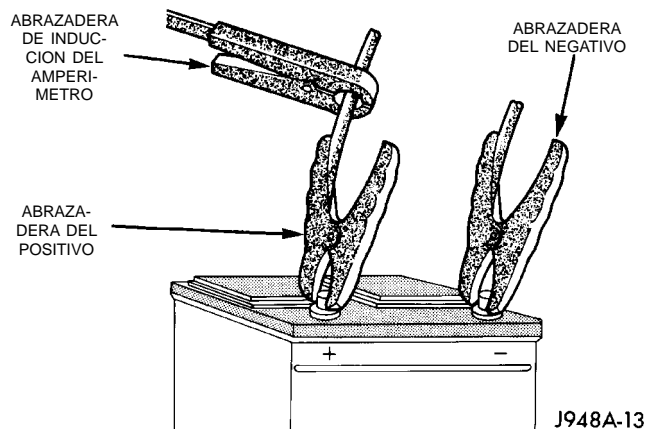

Fig. 7 Conexiones del probador de carga Voltímetro/ amperímetro — característico
(1) Desconecte y retire ambos cables de la batería, comenzando por el negativo. La parte superior de la batería y los bornes deben estar limpios.
(2) Conecte un probador de carga voltímetro/amperímetro adecuado (Fig. 6) a los bornes de la batería (Fig. 7). Consulte las instrucciones de funcionamiento que se proporcionan con el probador que se está utilizando. Compruebe el voltaje a circuito abierto (sin carga) de la batería. El voltaje a circuito abierto debe ser de 12,4 voltios o más.